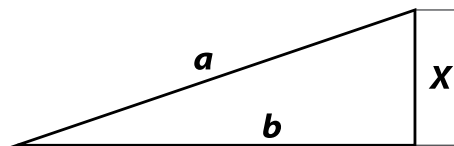

Рис. 3
### Косвенные измерения по теореме Пифагора (Рис. 3, 4, 5, 6)
1. Рассчитывается вторая сторона, для чего находится гипотенуза и первая сторона (Рис. 3). Чтобы перейти в режим косвенных измерений по теореме Пифагора, три раза подряд нажмите кнопку (3). Появляется значок «треугольника» с мигающей гипотенузой. Для измерения длины гипотенузы «А» нажмите кнопку (1). Чтобы измерить длину первой стороны «В», еще раз нажмите кнопку (1). После чего устройство рассчитывает длину второй стороны «Х».